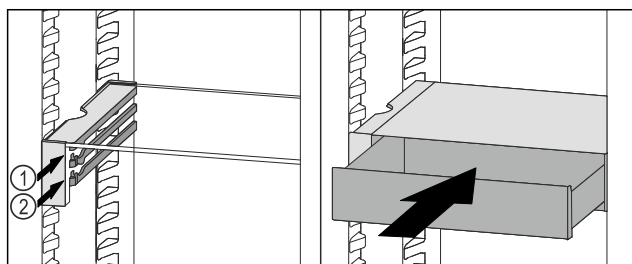

Fig. 212
- Stavite ladicu VarioSafe ukoso iza zaustavljača na željeni žlijeb Fig. 212 (1) ili Fig. 212 (2).